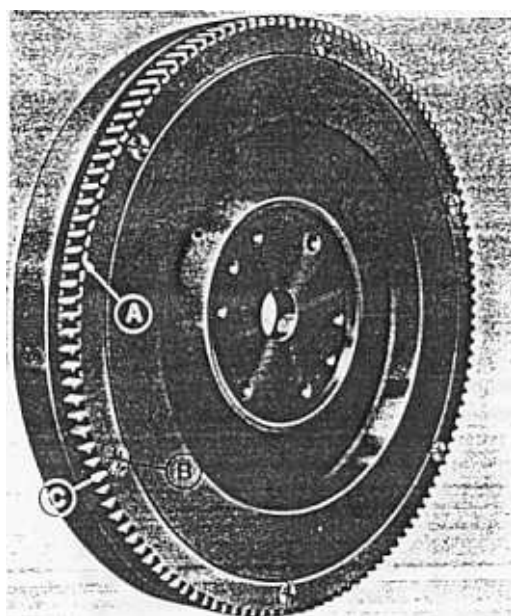

Fig. 01A-20B-01 Montaje corona dentada en volante
9. Comprobar la desviación del volante lateral que en ningún caso debe ser mayor de 0,127 mm medido como indica la fig. 01A-20B-02.